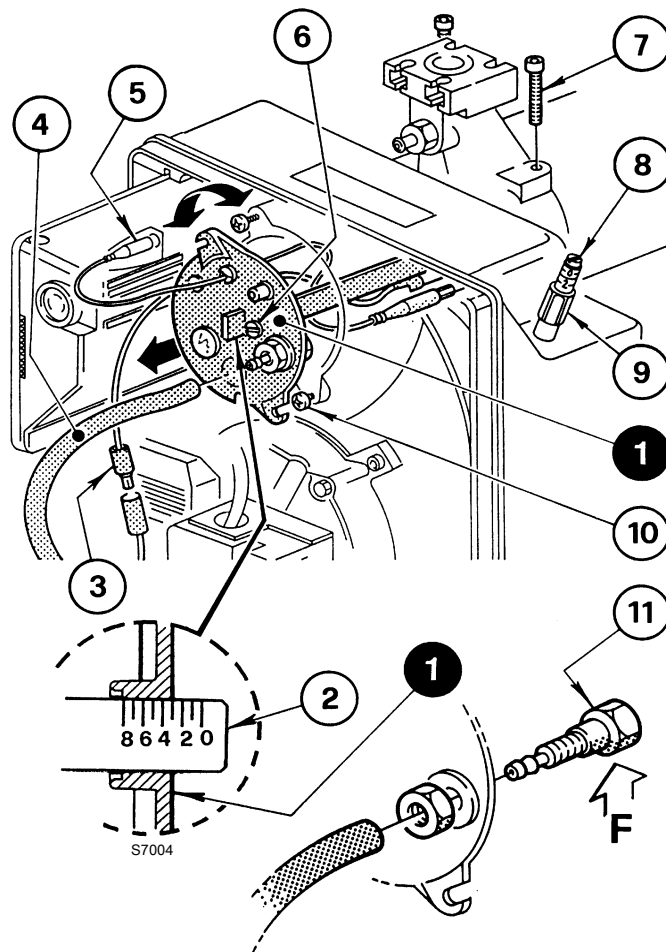

图 13
通过顺时针或反时针转动调节螺丝 6) (图 13) 进行调整, 直到调节杆 2) 上的刻痕与与燃烧头总成 1) 的外表面对齐。
在图 13 中, 燃烧头调节杆设定在刻痕 3。
要拆卸燃烧头总成 (图 13), 需要:
按照上述相反顺序重新安装, 重新定位燃烧头总成 1) (图 13) 至原始位置。
将螺钉 7) (图 13) 拧到底, 无需锁止。以拧紧力矩 3 - 4 牛米锁紧。
如果压力测试点 (11) 意外松动 (图 13), 建议将其正确固定, 确保燃烧头总成 1) (图 13) 中的孔 (F) (图 13) 面朝下。